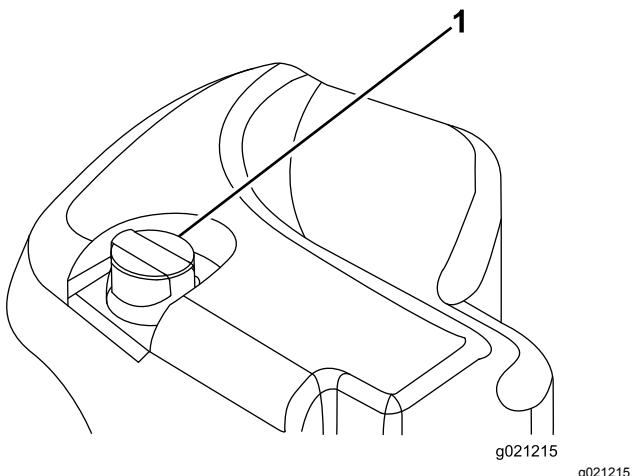

Figura 14
2. Pulite attorno al collo del bocchettone e del tappo del serbatoio idraulico (**Figura 14**).